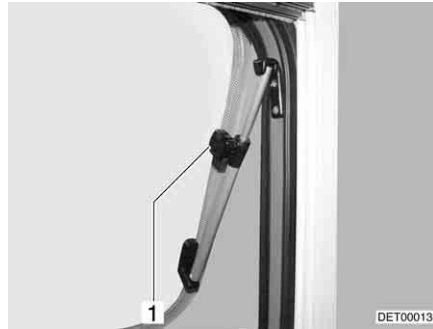

Fig. 74 Claraboya con soportes giratorios, abierta
- Abrir la claraboya hasta la posición deseada y fijarla con el botón moleteado (Fig. 74,1).
- Girar el botón moleteado (Fig. 74,1) hasta que se libere el bloqueo.